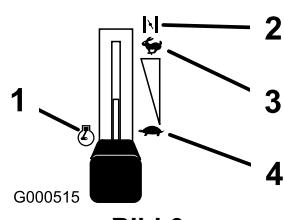

Bild 9
6. Schieben Sie den Gasbedienungshebel, sobald der Motor angesprungen ist, auf Schnell (Bild 9). Stellen Sie, wenn der Motor aussetzt oder unregelmäßig läuft, den Gasbedienungshebel für ein paar Sekunden wieder zurück auf Choke. Schieben Sie dann den Gasbedienungshebel in die gewünschte Stellung. Wiederholen Sie diesen Vorgang nach Bedarf.
1. Stellen Sie dann den Gasbedienungshebel auf „Langsam“ (Bild 9).